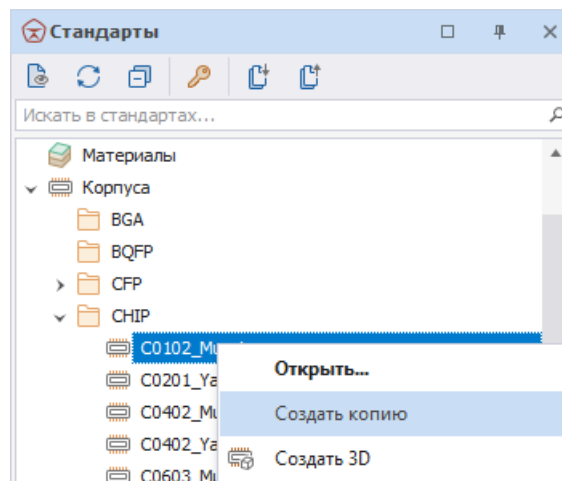

Рис. 86 Создание копии корпуса
2. Вызовите контекстное меню и выберите пункт «Создать копию», Рис. 86.